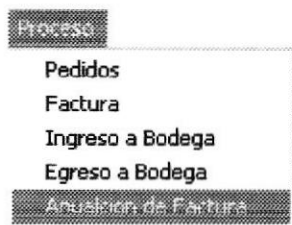

Figura 9.19. Seleccionando Egreso de Bodega.
2. Seleccione la opción **<Anulación de Factura>** en el menú de procesos dando clic con el Mouse como se muestra en la figura 9.19.